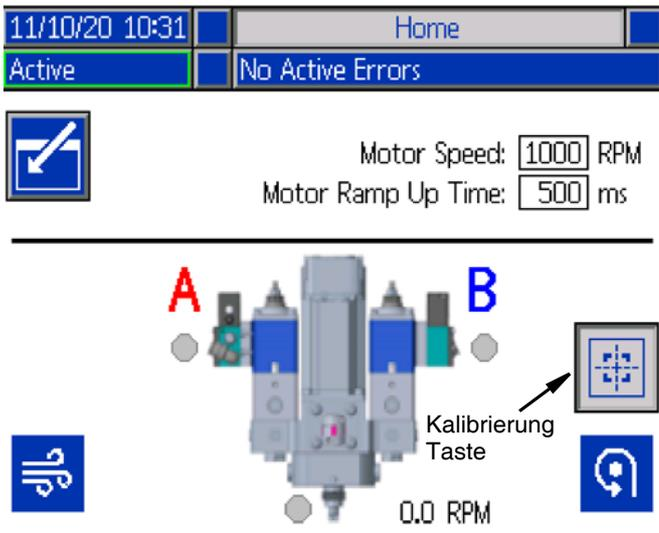

ABB. 37
1. ADM-Abdeckung (BP) entfernen.
4. Darauf achten, dass die Kalibriertaste (oben rechts) gedrückt ist (Siehe ABB. 37).